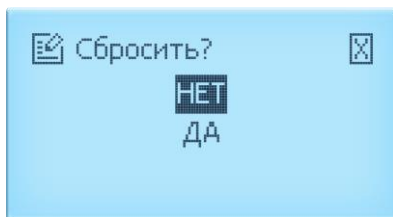

Рисунок 2.21 – Окно сброса счетчиков
- в появившемся диалоговом окне (рисунок 2.21) выбрать «НЕТ» или «ДА» кнопками «◀» и «▶»;